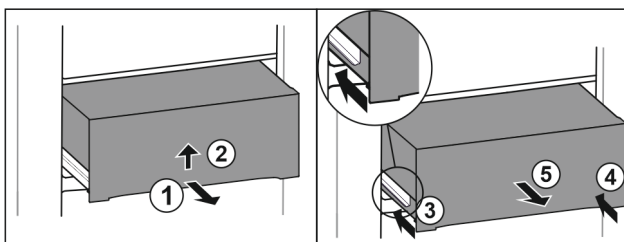

Fig. 50
- ▶ Extraiga el cajón hasta la mitad. Fig. 50 (1)
- ▶ Levante la parte inferior del cajón Fig. 50 (2).
- ▶ Inserte el riel izquierdo. Fig. 50 (3)
- ▶ Inserte el riel derecho. Fig. 50 (4)
- ▶ Extraiga el cajón hacia delante. Fig. 50 (5)